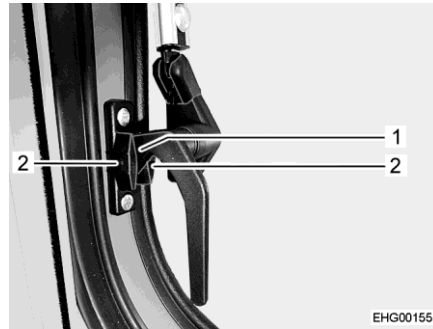

Bild 40 Verriegelungshebel, seitlich
- Die seitlichen Verriegelungshebel eine viertel Umdrehung nach unten drehen. Die Verriegelungsnase (Bild 40,1) dabei zwischen die beiden Hälften des Verriegelungsblocks einfahren.